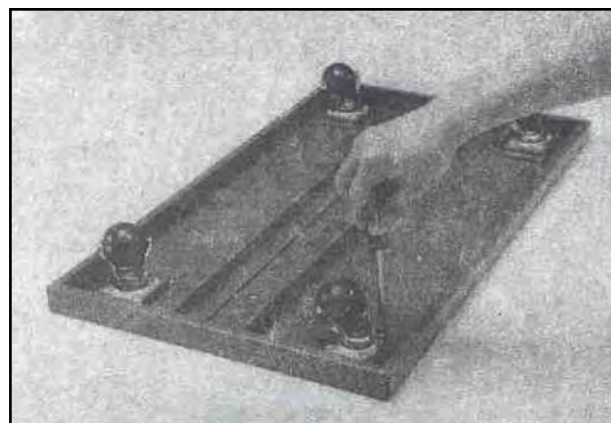

Figura 7– Montaggio delle ruote.
Capovolgete la base (D) e montate le quattro ruote pivotanti (E) avvitando le viti nelle relative sedi tramite un cacciavite adeguato (Figura 7).